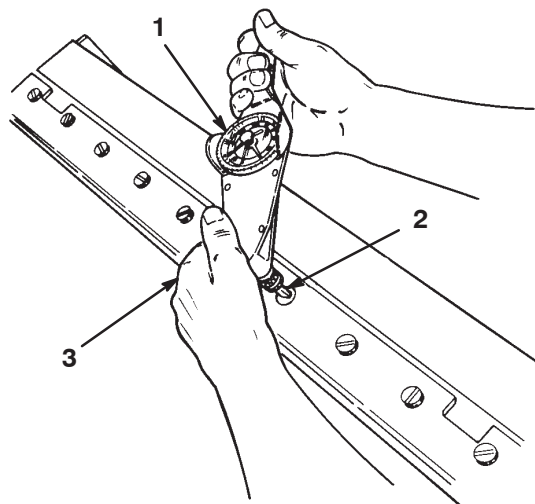

**Figure 26**
2. Retirez les vis de fixation de la contre-lame et dissociez la contre-lame de la barre (Fig. 26). Mettez les vis au rebut.